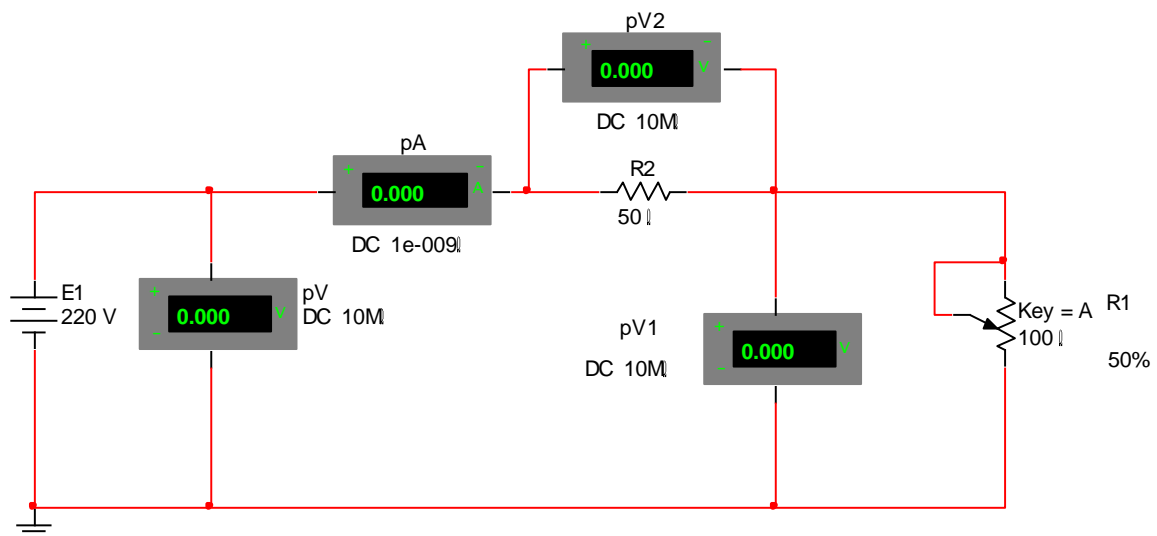

Рис. 1.4
1. Открыв файл 2.4, включите электрическую цепь по схеме рис. 1.4.